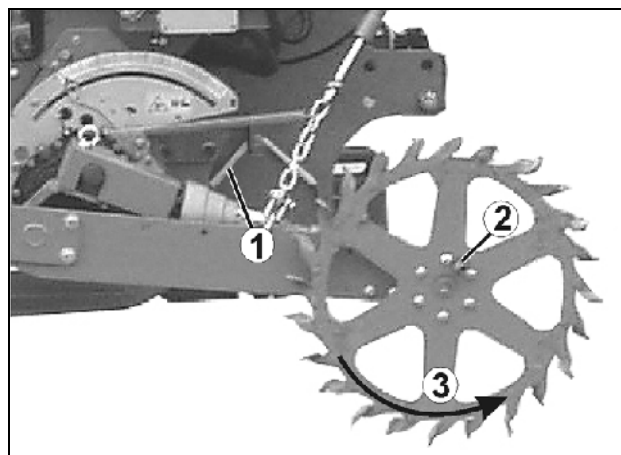

Рис. 83
- Возьмите рукоятку для установки сеялки на норму высева (Рис. 83/1) в руки.
- Рукоятку для установки сеялки на норму высева посредством 4-гранной насадки вставьте в колесо с почвозацепами (Рис. 83/3).
колесо с почвозацепами проворачивайте **против** часовой стрелки (Рис. 83)!
- Установите рукоятку для установки сеялки на норму высева (Рис. 83/1) в крепление.